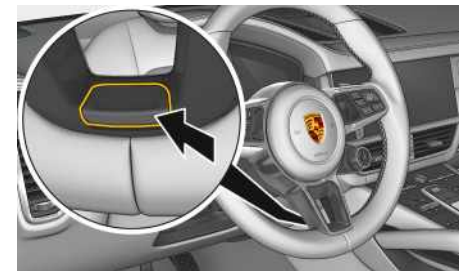

Fig. 227: Touche de chauffage du volant
- ▶ Appuyez sur la touche située dans la branche médiane du volant (fig. 227) jusqu'à ce qu'un message apparaisse sur le combiné d'instruments.